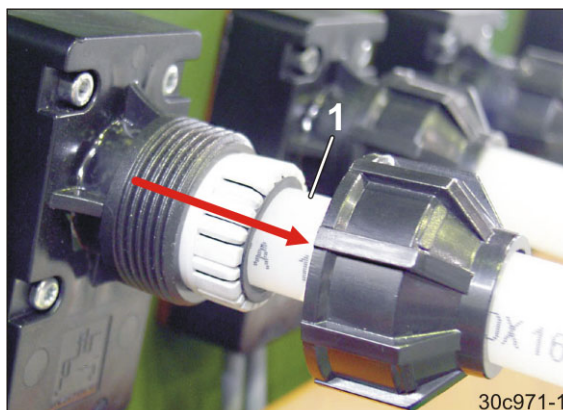

Fig. 7
1. Marquez les flexibles d'alimentation en sémence (Fig. 7/1) et démontez-les.